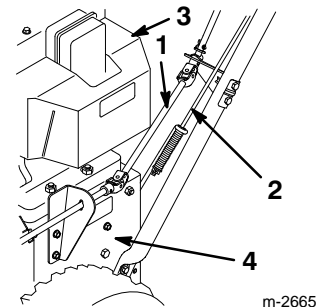

Abbildung 4
**WICHTIG:** Darauf achten, daß sich die Auswurfkanal- Betätigungsstange zwischen Motor und Radantriebs- stange befindet (Abb. 4).
4. Den linken Griff an der Seite der Schneefräse positionieren und die Griffbefestigungslöcher auf die Löcher in der Seitenplatte ausrichten (Abb. 4).